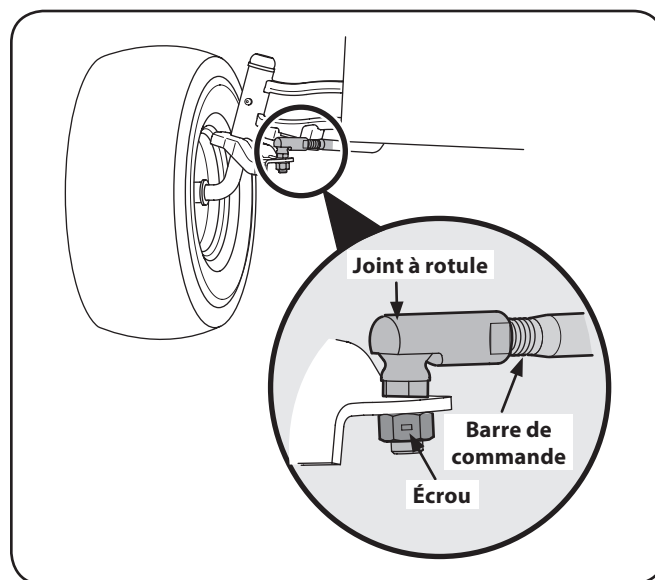

Figure 6-6
1. Retirez l'écrou sous le joint à rotule. Voir Figure 6-6.